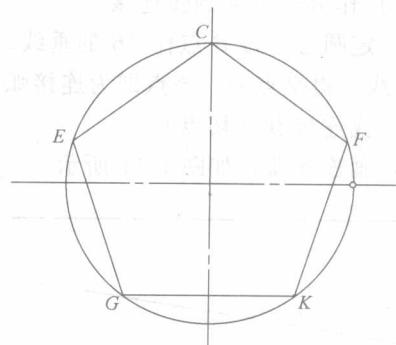

图 1-6 五角星图形的绘制（四）
- (5) 作正五边形 顺序连接圆周各等分点，即为正五边形，如图 1-6 所示。